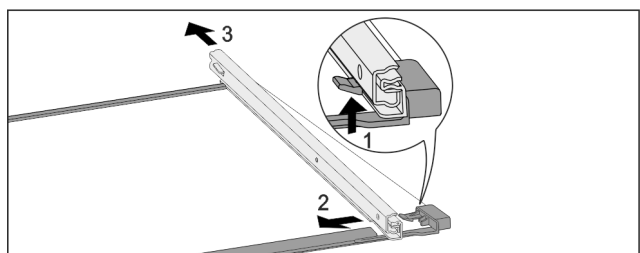

Fig. 159 Glasplatte mit Schienen
- ▶ Vorderen Rasthaken nach oben drücken. Fig. 159 (1)
- ▶ Auszugsschiene zur Seite Fig. 159 (2) und nach hinten Fig. 159 (3) wegschieben.